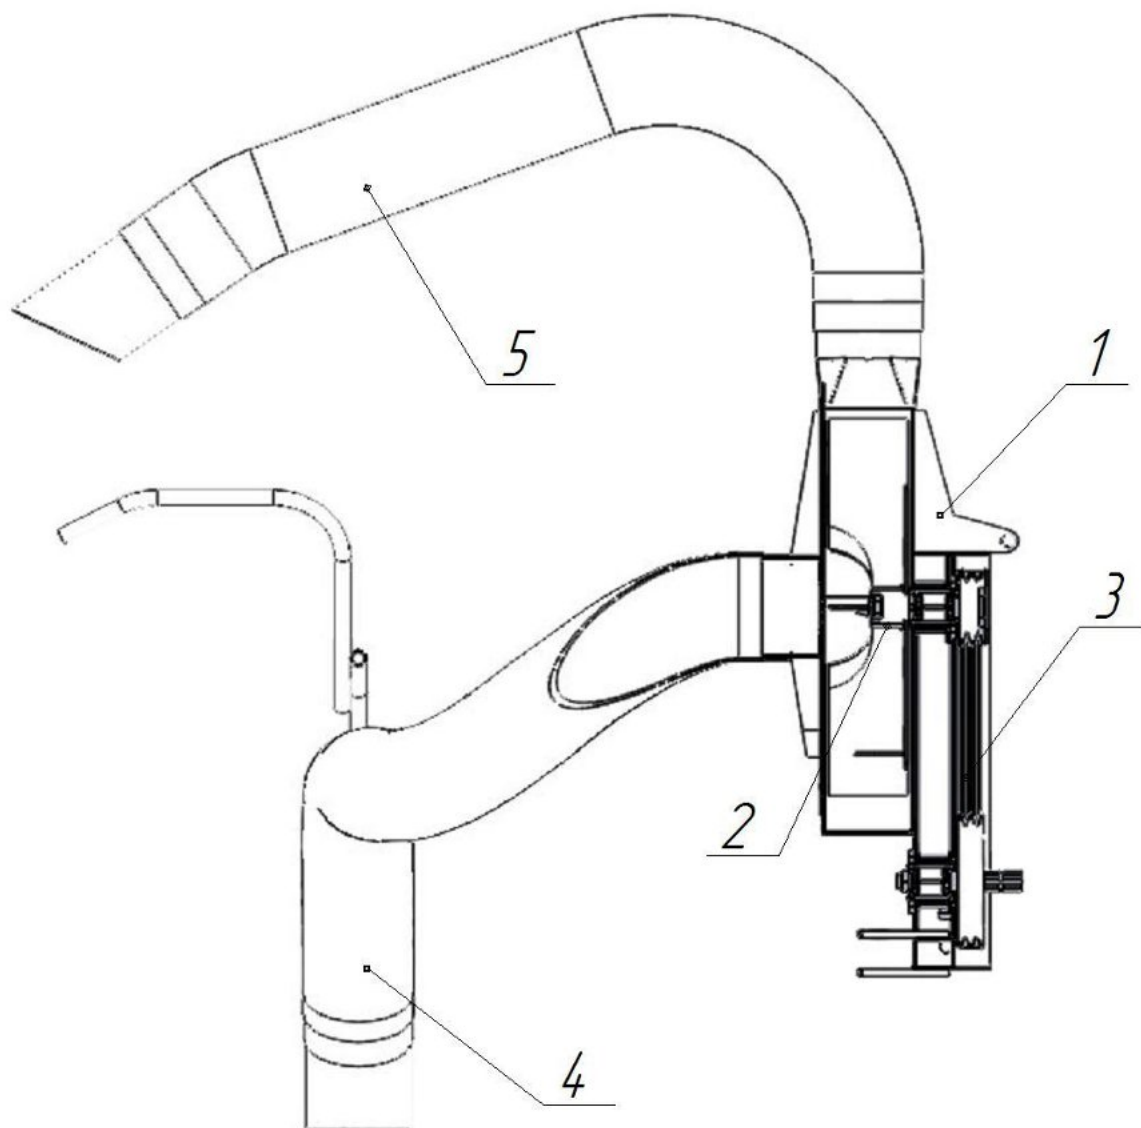

Рис.1.
Пылесос состоит из следующих основных составных частей (рис.1):
- 6.2. Для удобства транспортировки снять приемную 4 и выбрасывающую 5 трубы (рис.1).